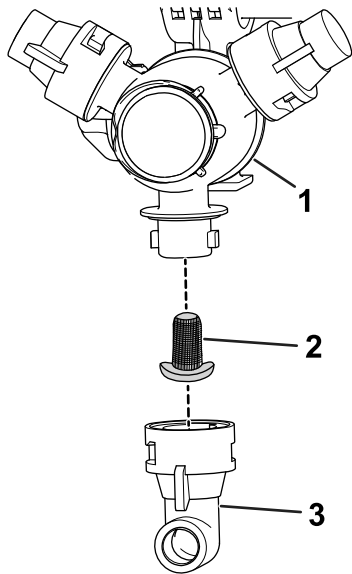

Figure 62
2. Déposez la buse de la tourelle de pulvérisation (Figure 62).
3. Retirez le filtre de buse usagé (Figure 62).
4. Montez le filtre de buse neuf (Figure 62).
5. Montez la buse sur la tourelle de pulvérisation (Figure 62).